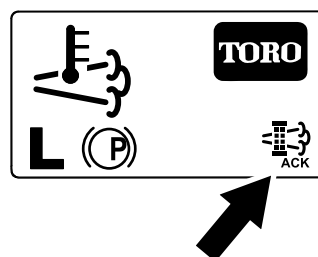

Figura 64
8. O InfoCenter apresenta o Ecrã inicial e o ícone de confirmação da regeneração (Figura 64) surge no canto inferior direito do ecrã enquanto a regeneração é processada.